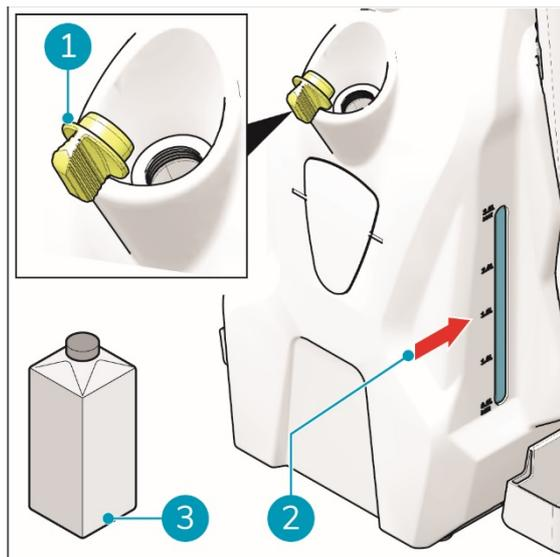

Figura 12
1. Remova a tampa amarela (figura 12, posição 1).
2. Verta a solução de remoção de pastilhas elásticas i-gum® (figura 12, posição 3), verificando em simultâneo o indicador do nível de líquido (figura 12, posição 2) na lateral.
3. Volte a colocar a tampa amarela (figura 12, posição 1) e certifique-se de que está bem enroscada.
4. Remova a tampa amarela do reservatório de líquidos (figura 12, posição 1).